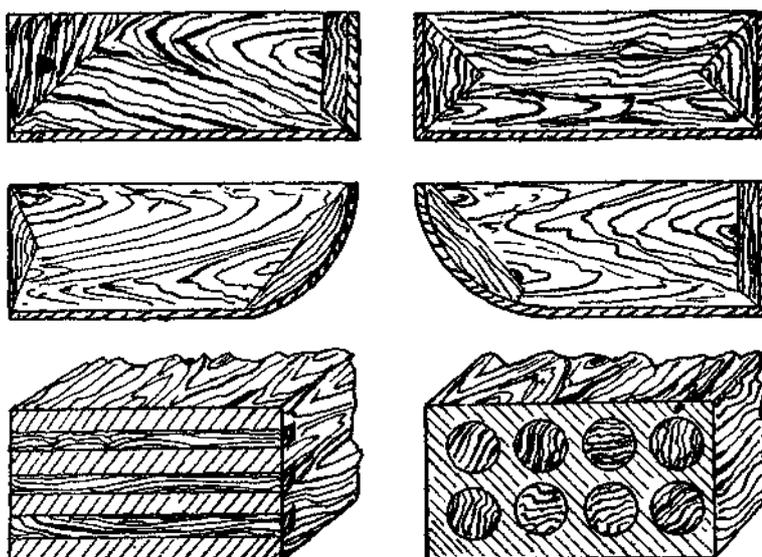

Fig. 161
*Como evitar o topo das peças maciças* (Fig. 161). — Qualquer casquinha colada no topo não segura por muito tempo, embora nele se passe o ferro de dentes.